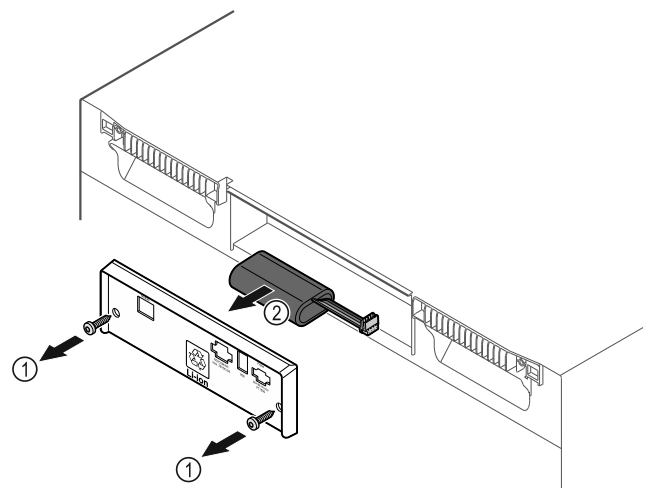

Fig. 184
- ▶ Schrauben herausdrehen und Abdeckung auf der Rückseite des Gerätes entfernen *Fig. 184 (1)*.
- ▶ Batterie abstecken und herausnehmen *Fig. 184 (2)*.